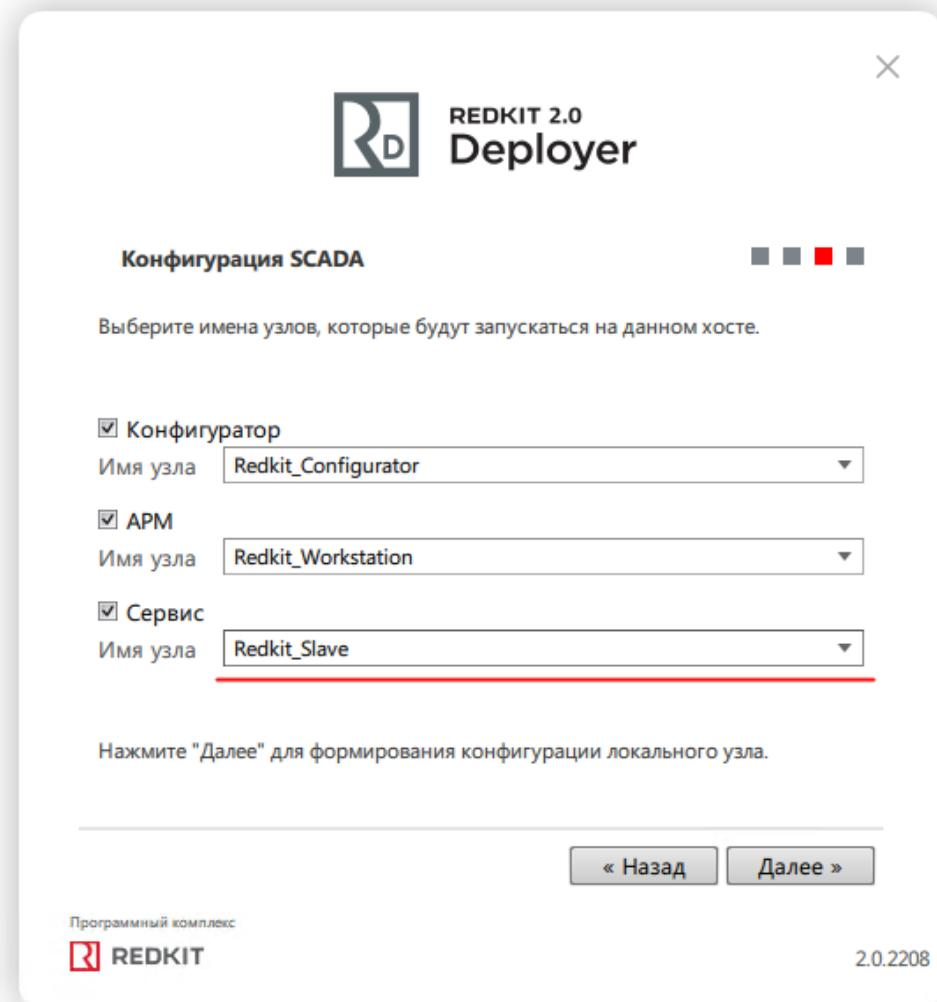

Рисунок 59 - Узлы
7. У имени узла **Сервис** выберите **Redkit\_Slave** и нажмите **Далее** (Рисунок 59).